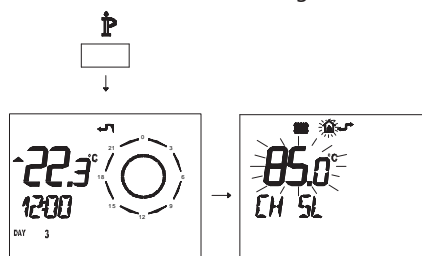

Figura 5.55
- Premere per più di 3 secondi il pulsante  per entrare in modalità **INFO** (Figura 5.55).